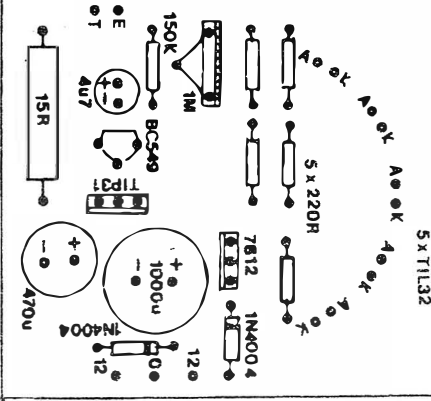

Fig.6
- FIG. 6 - CHAPEADO DA MONTAGEM (PLACA DO TRANSMISSOR) - Com a placa vista pela face não cobreada (em APE os diagramas do impresso, seja em sua face cobreada, seja no lado sem cobre, onde repousam os componentes, é sempre mostrado em tamanho natural, escala 1:1...), as peças principais do circuito transmissor são mostradas sob as costurmeiras estilizações, além de indicações gráficas de polaridades, valores, códigos, etc. São vários os componentes polarizados, que exigem posição única e certa para inserção e soldagem, pedindo uma atenção especial por parte do montador: o transistor BC549 referenciado pelo seu lado chato,